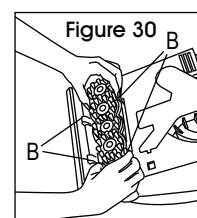

Figure 30
3. Appuyez sur les quatre verrous (B) et extrayez le bloc brosse. Les brosses peuvent être nettoyées à l'eau du robinet. (Voir Figure 30)